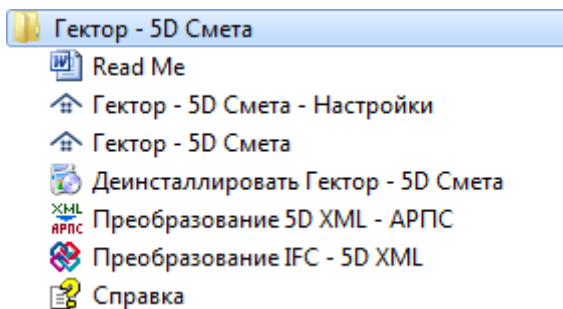

Рис. 199. Запуск программы конвертации из меню Пуск/Программы
- с использованием специального ярлыка в меню "Пуск/Программы" Windows (рис. 199);